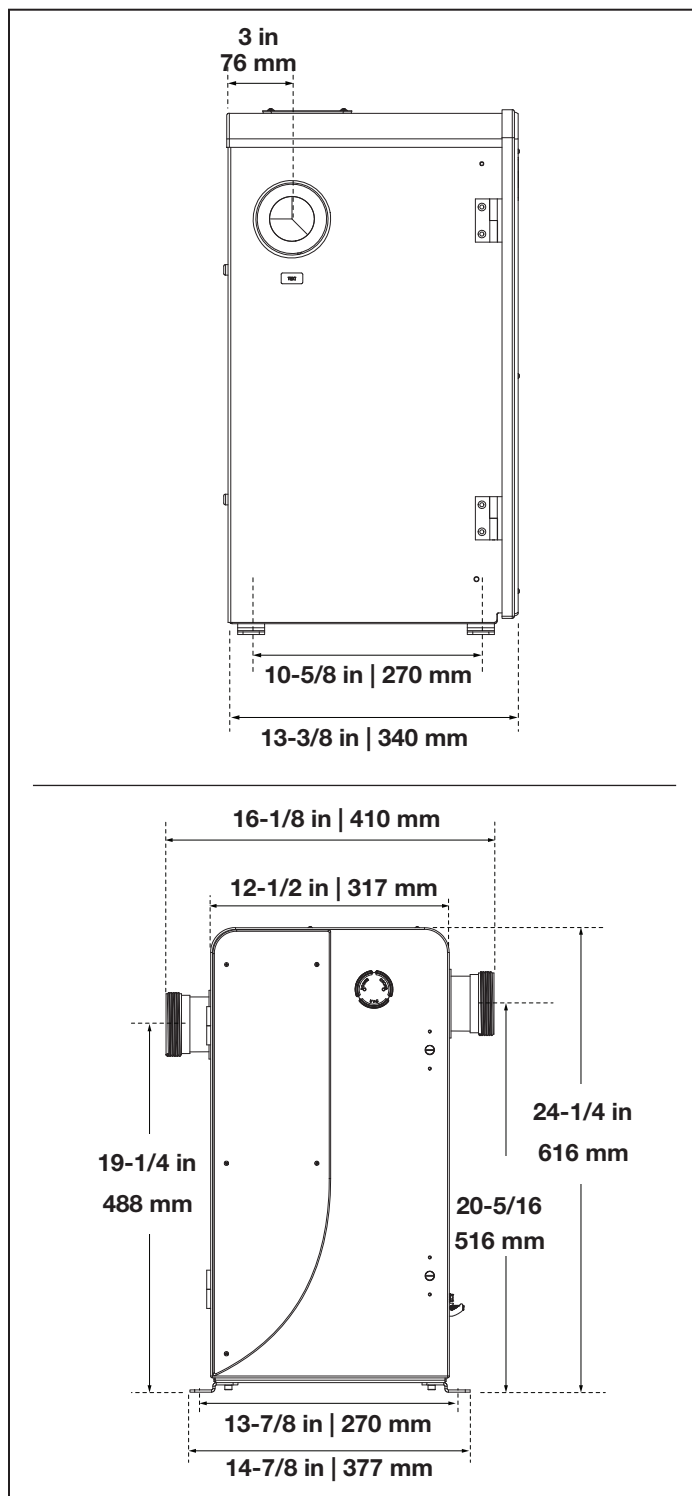
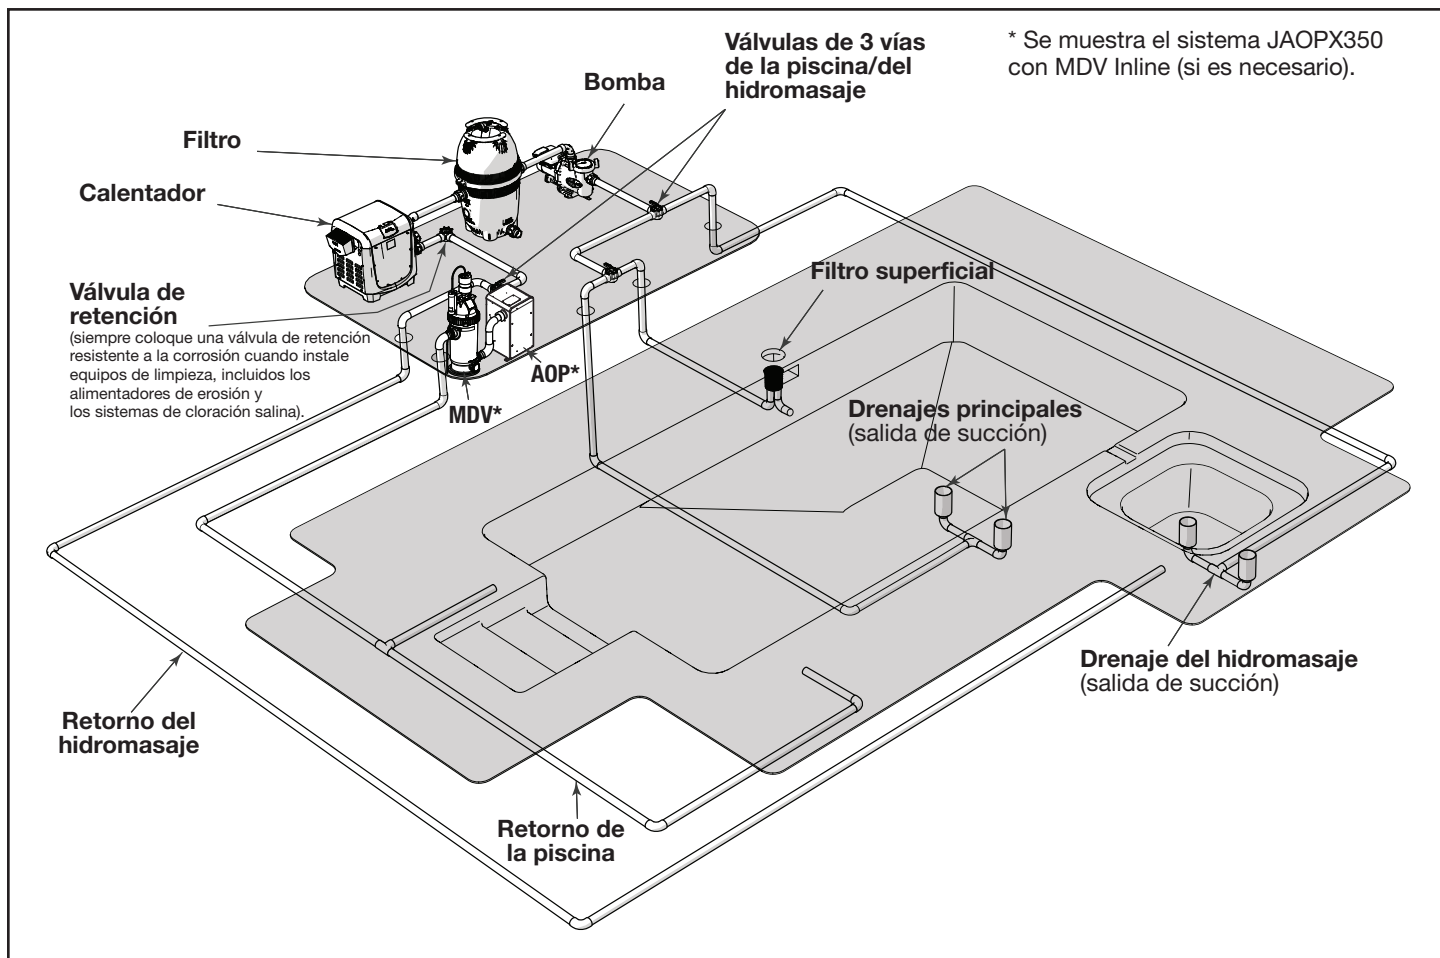

Figura 2. Dimensiones relacionadas con la instalación de JAOPX200 y JAOPX350
Figura 4. Ubicación típica del sistema AOP Jandy en el circuito de tuberías de la piscina
- Use los accesorios de unión suministrados para conectar la entrada y salida del sistema AOP Jandy a las tuberías de la piscina, como se muestra en la Figura 4.
- Para realizar la instalación con desinfectantes y limpiadores de piscinas adicionales, consulte la sección 7.1 Anexo A: *Instalación de AOP Jandy X Series - Tuberías y conexiones del sistema*. En la Figura 2, se muestran las dimensiones relacionadas. En la Figura 4, se muestra un diagrama de tuberías típico.